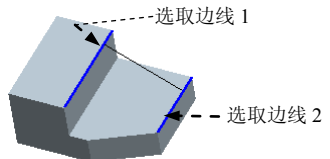

图 8.1.5 线到线的距离
Step6. 测量线到线的距离, 如图 8.1.5 所示。操作方法参见 Step3。